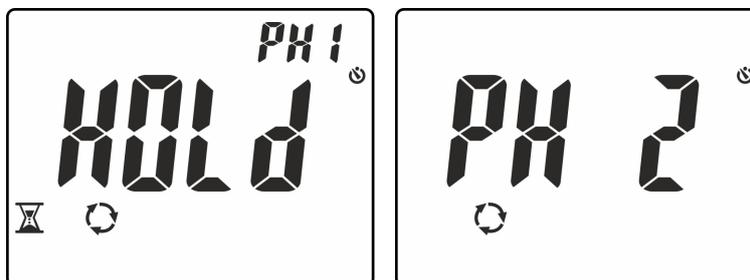

Fig. 12: Reconhecimento da fase L1 e aguardando pela fase L2
4. Em condições corretas de tensão e frequência, o instrumento apresenta a mensagem “**HOLD**”, os símbolos ⏸ e “PH1” e emite um som contínuo aguardando pelo reconhecimento de um valor estável de tensão da fase L1 (ver Fig. 12 – parte esquerda)
5. **Não retirar a ponteira da fase L1** até à visualização da mensagem “**PH 2**” intermitente no display (ver Fig. 12 – parte direita)